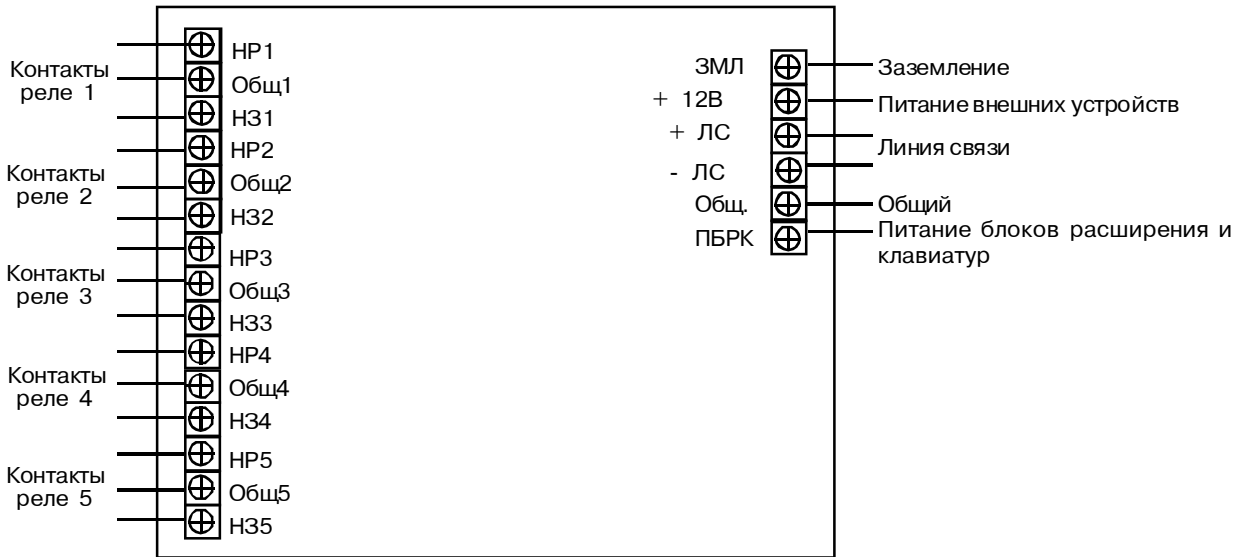

Рис. 14
1.3.5.1. Схема подключений БРРПС приведена на рис. 14.
Подключите БРРПС в соответствии с рис.14.